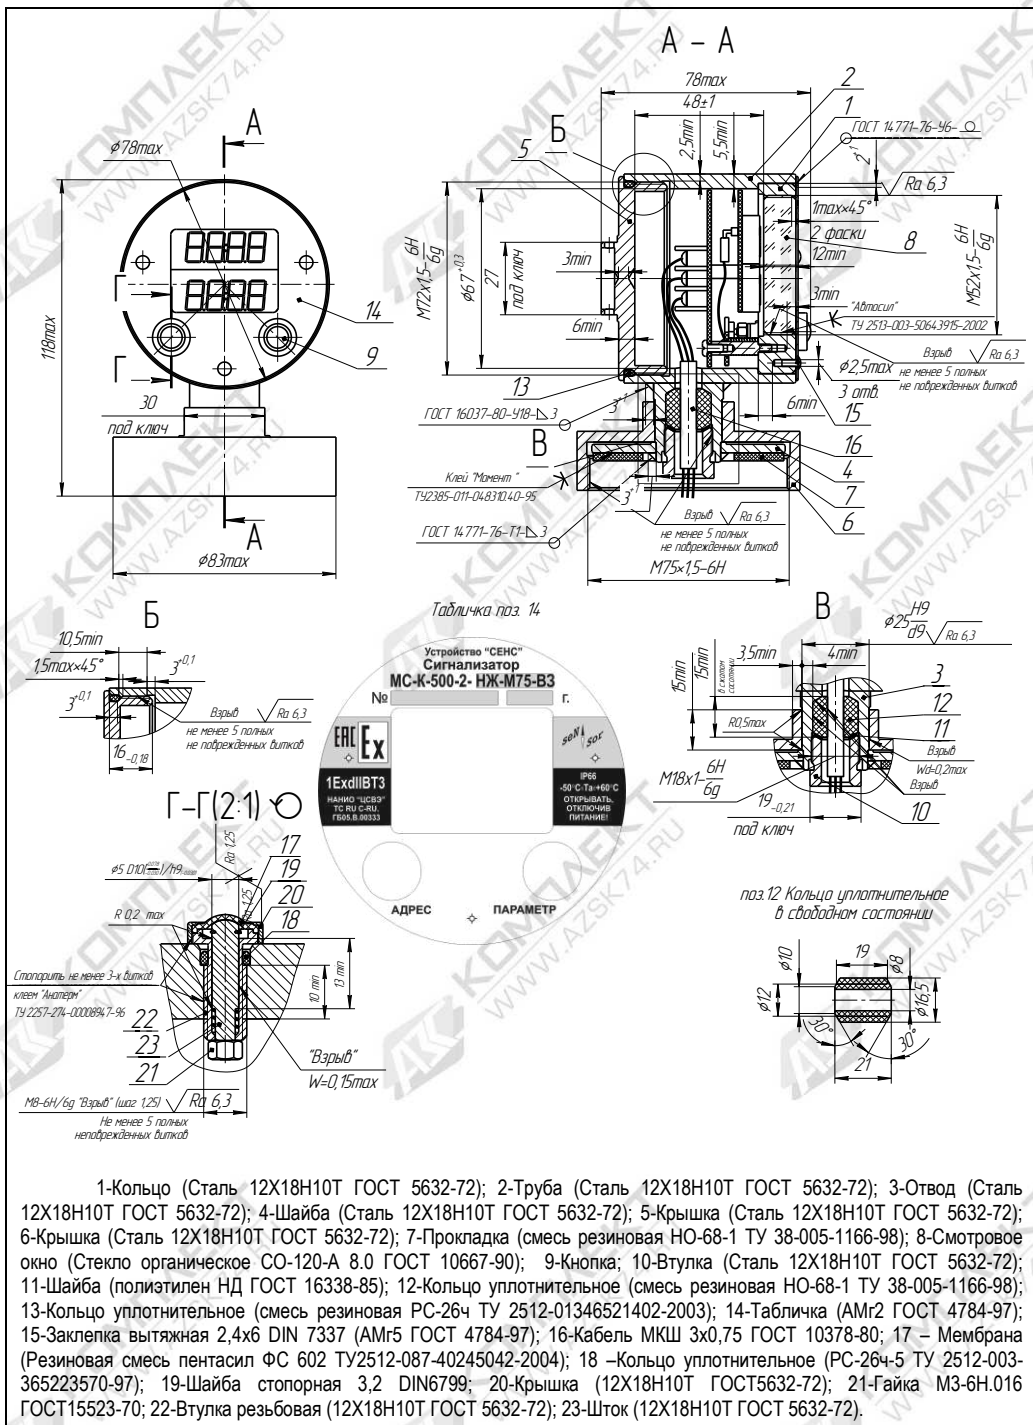

Рис. 16
Сопряжения деталей, обеспечивающих взрывозащиту вида «d», показаны на чертеже средств взрывозащиты (рисунок 16), обозначены словом «Взрыв».
Сигнализатор MC-K-500-2-НЖ-M75-B3 (рис.16) устанавливается на корпус преобразователя уровня (ПМП) вместо типовой крышки. Для этого необходимо:
11.7 МС-К-500-2-НЖ-М75-В3 подключается непосредственно к преобразователю путем присоединения жил проводов кабеля (Рис.16) к клеммным зажимам преобразователя.